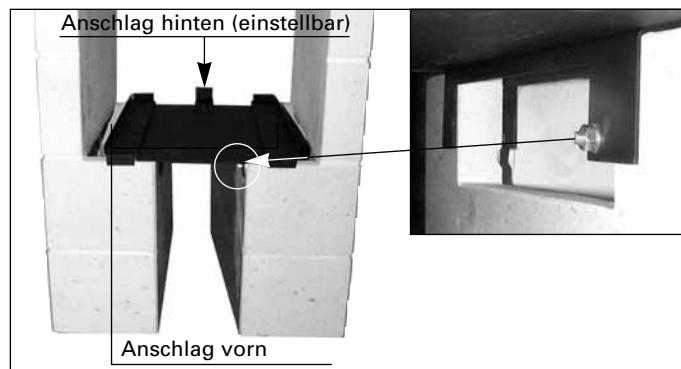

Abb. 6
## Einrichtungsgegenstände innerhalb des Strahlungsbereichs (siehe Abb. 6)
- Traglager auf die Modulelemente auflegen und nach hinten schieben, bis die vorderen Anschläge am Modulelement anliegen. Anschlag hinten nach Lösen der Mutter in Mittelposition bringen. Das Traglager durch Anziehen der Muttern rechts und links fixieren (siehe Abb. 6).